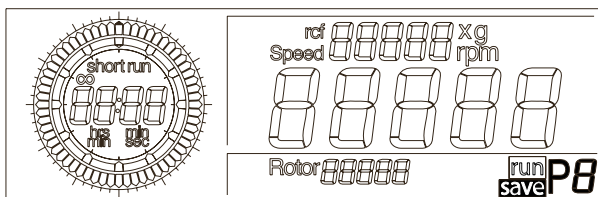

Abb. 5.15: Speichern von Programmen;
- Drehen Sie den linken Drehknopf, bis im Anzeigenfeld "save" erscheint (Abb. 5.15).